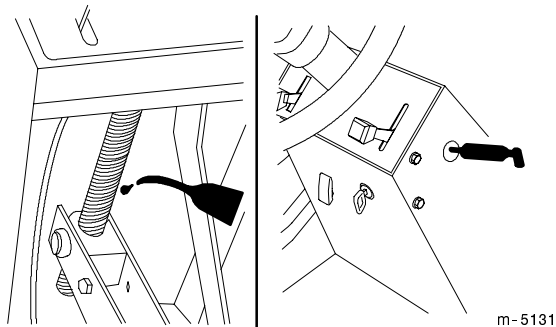

Figure 26
4. Lubrifiez les bagues de la pédale de déplacement et l'arbre de direction à l'aide de quelques gouttes d'huile SAE 10W-30 ou de lubrifiant en aérosol à sec (Fig. 26).